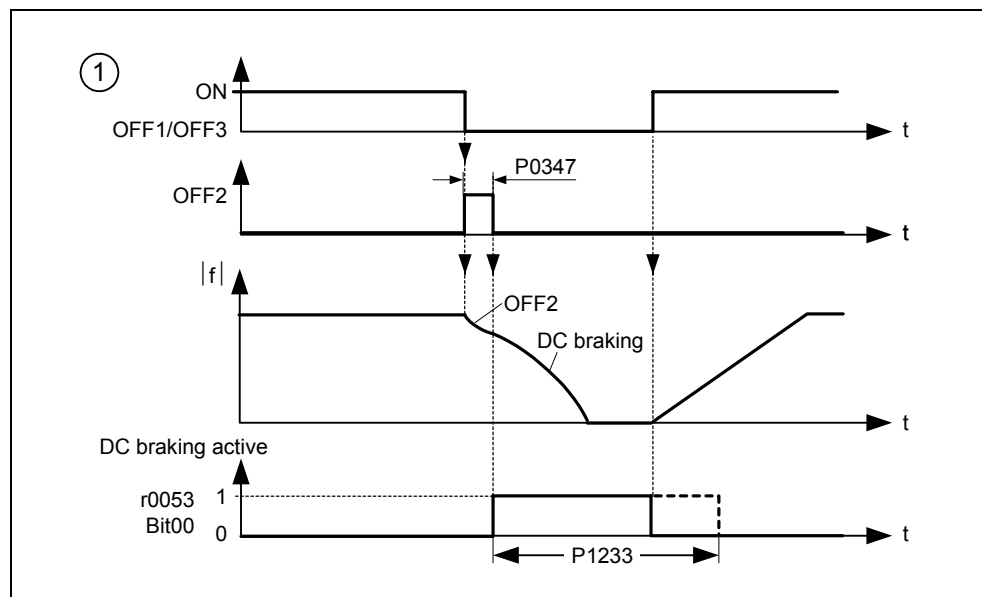

Bild 3-51 DC-Bremse nach AUS1 / AUS3
2. Aktivierung der DC-Bremse mit dem AUS1- oder AUS3-Befehl (siehe Bild 3-51)